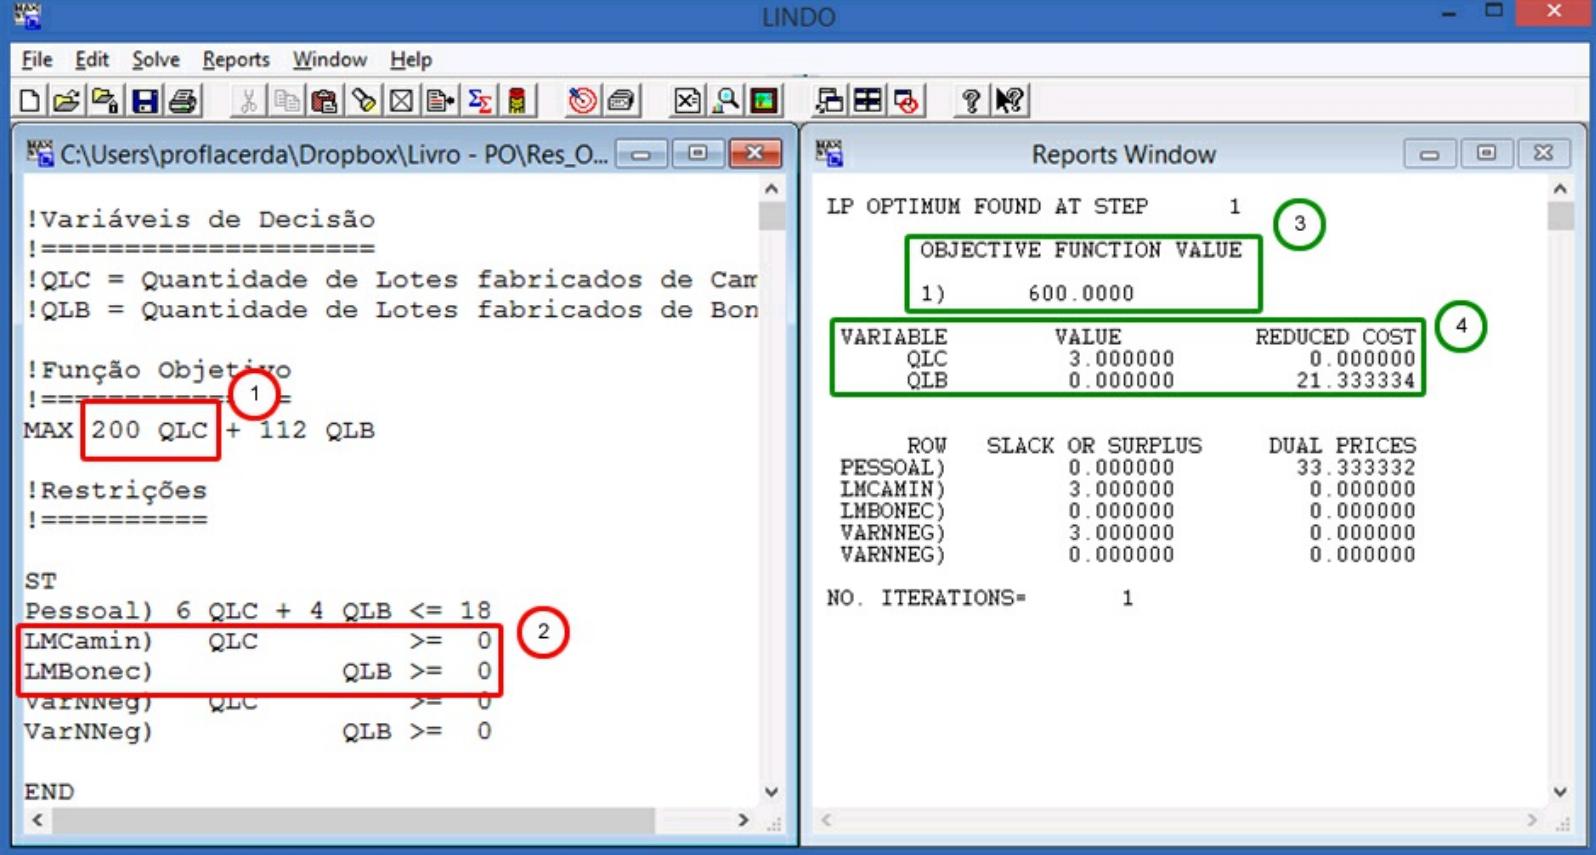

Figura 20 B – Modelo adaptado para entendermos o custo reduzido.
Como podemos observar, diferentemente da solução originalmente encontrada, agora o Lindo nos informa que devemos apenas fazer lotes de caminhões e nenhum lote de bonecas. Por sua vez, o Custo Reduzido dos caminhões é zero e o Custo Reduzido das bonecas é de 21,33 (item 4 da Figura 20). Interessamos analisar aqui o Custo Reduzido de 21,33. Se forçássemos o modelo a produzir ao menos um lote de bonecas haveria uma redução do lucro ótimo em 21,33. Ou seja, forçar a produção desse lote nos afastaria do melhor resultado possível do modelo. Vamos testar?